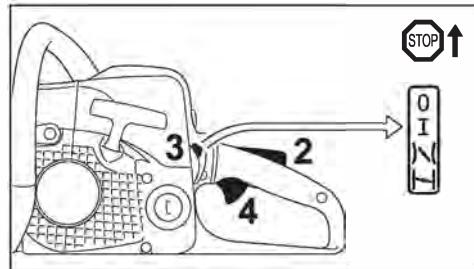

Рис. 50
- Нажать стопор рычага газа (рис. 50, поз. 2) и нажать и сразу же отпустить рычаг газа (рис. 50, поз. 4), комбинированный рычаг (рис. 50, поз. 3) переходит в рабочее положение I, а двигатель переключается в режим холостого хода